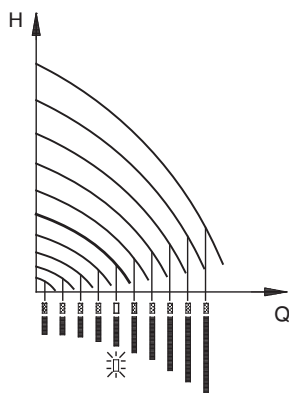

Рис. 11 Насос в **нерегулируемом** режиме (постоянная характеристика)
- Если устройство не имеет такого же кабельного соединения, экранирующую оплетку оставляют не подсоединенной с этой стороны, как это показано на рис. 11.
В нерегулируемом режиме управления насос работает в соответствии с введённой постоянной характеристикой, рис. 11.